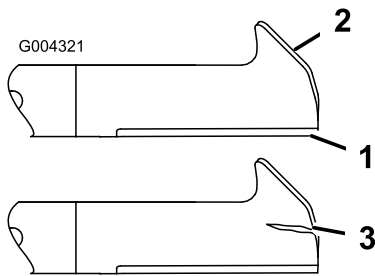

Bild 46
1. Untersuchen Sie die Schnittkanten (Bild 46). Bauen Sie, wenn die Kanten nicht scharf sind oder Kerben aufweisen, die Schnittmesser aus und schärfen sie; siehe Schärfen der Messer.
2. Prüfen Sie die Schnittmesser, insbesondere den gebogenen Bereich (Bild 46). Montieren Sie, wenn Sie Schäden, Verschleiß oder Rillenbildung in diesem Bereich feststellen (Bild 46), sofort ein neues Schnittmesser.